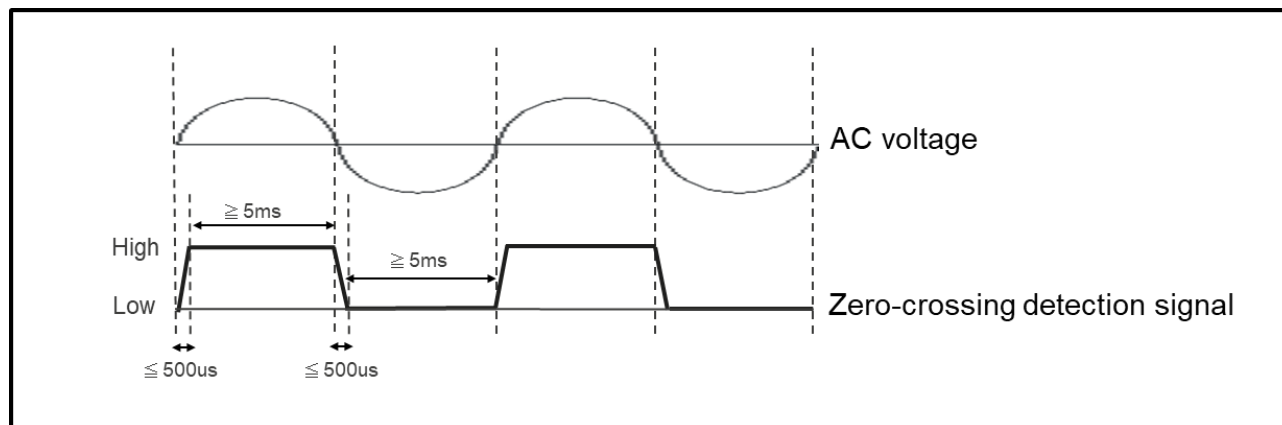

Figure 3-5 ゼロクロス検出信号
- ・ ゼロクロス検出回路は、Figure 3-5 に示すゼロクロス検出信号となるように設計して下さい。